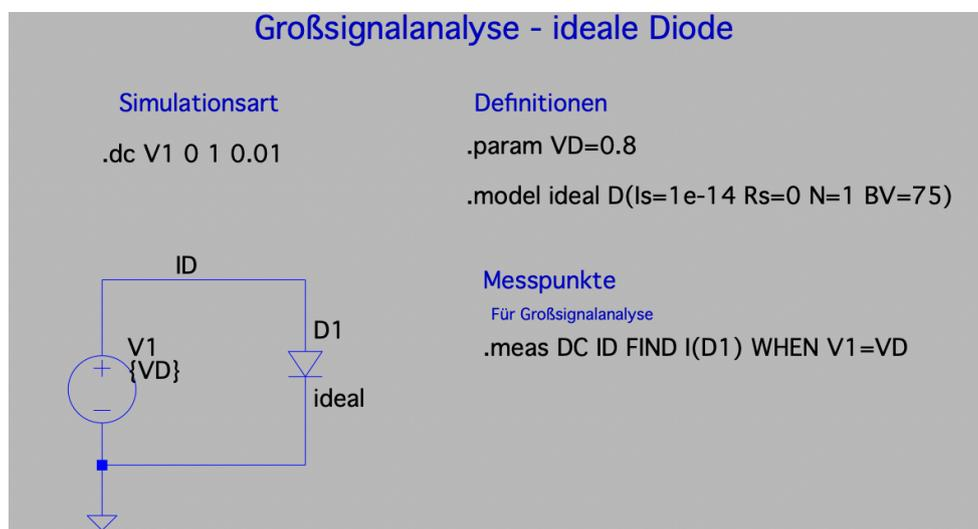

Abbildung 4: Schaltplan der idealen Dioden-Schaltung mit DC-Analyse.
e) Um die I-U Kennlinie einer Diode zu erzeugen, muss eine Gleichspannungsanalyse (DC-Analyse) durchgeführt werden. Der Schaltplan der LTSpice-Simulation ist in Abbildung 4 zu sehen. Abbildung 5a zeigt die Kennlinie im Durchlassbereich und Abbildung 5b zeigt die Kennlinie um den Durchbruch der Diode.
(siehe Abbildung 4) kann I_D bei $U_D = 0,8 \text{ V}$ in der .log Datei ausgelesen werden. Dieser beträgt $270,8 \text{ mA}$. Das entspricht dem berechneten Wert aus Aufgabenteil b).